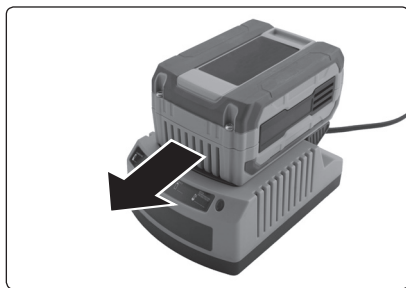

Abb. 3
- b) Schieben Sie den Akku zuerst in das Ladegerät so ein, bis er einrastet, siehe Abb. 3. Auf der Abb. 3 ist ein 4-Stunden-Ladegerät mit der Best.-Nr. 8795600C dargestellt. Das 1,5-Stunden-Schnellladegerät mit der Best.-Nr. 8795600D zeichnet sich durch ein anderes Design aus.